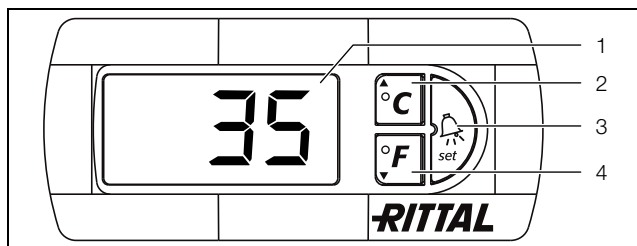

Abb. 16: Displayanzeige und Systemanalyse des e-Comfort-controlllers
Der Luft/Wasser-Wärmetauscher arbeitet automatisch, d. h. nach Einschalten der Stromversorgung läuft der Ventilator (Abb. 2, Pos. 3) kontinuierlich und wälzt die Schrankinnenluft permanent um. Ventilator und Magnetventil werden durch den e-Comfortcontroller geregelt. Der e-Comfortcontroller verfügt über eine 7-Segment-Anzeige (Abb. 16, Pos. 1). Auf ihr wird nach dem Einschalten der Stromversorgung zunächst für ca. 2 Sekunden die aktuelle Softwareversion angezeigt. Im normalen Betrieb stellt die Anzeige sowohl die Temperatur (in Grad Celsius oder Grad Fahrenheit umschaltbar) als auch Störungsmeldungen dar.
Die Programmierung des Gerätes nehmen Sie über die Tasten 2 – 4 (Abb. 16) vor. Die Parameter dazu erscheinen ebenfalls in der Anzeige.
■ Drücken Sie gleichzeitig die Tasten 2 (°C) und 3 („Set“) (Abb. 16) für mindestens 5 Sekunden.
Mit den Tasten 2, 3 und 4 (Abb. 16) können Sie die Parameter innerhalb der vorgegebenen Bereiche (Min.-Wert, Max.-Wert) verändern.